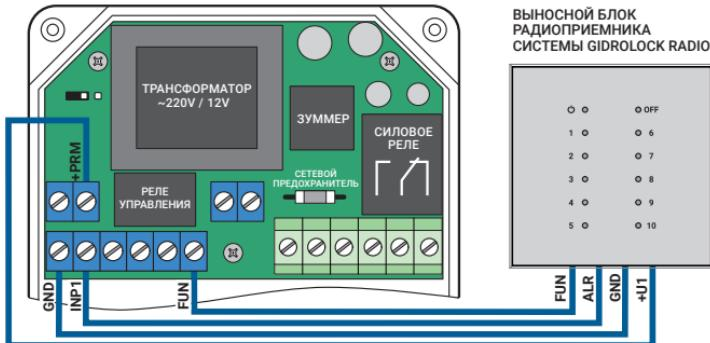

Рис. 8. Схема подключения выносного радиоприемника системы GIDROLOCK RADIO
— функция «автопроворот» отключена. Это дает возможность использовать блок управления, например, совместно с рабочей скважинного насоса, где автопроворот не нужен (рис. 8);
**6.6. Рис. 8. Схема подключения к блоку управления выносного блока радиоприемника системы GIDROLOCK RADIO для использования радиодатчиков протечки воды WSR. К одному радиоприемнику можно подключить до 10 беспроводных радиодатчиков GIDROLOCK WSR.**